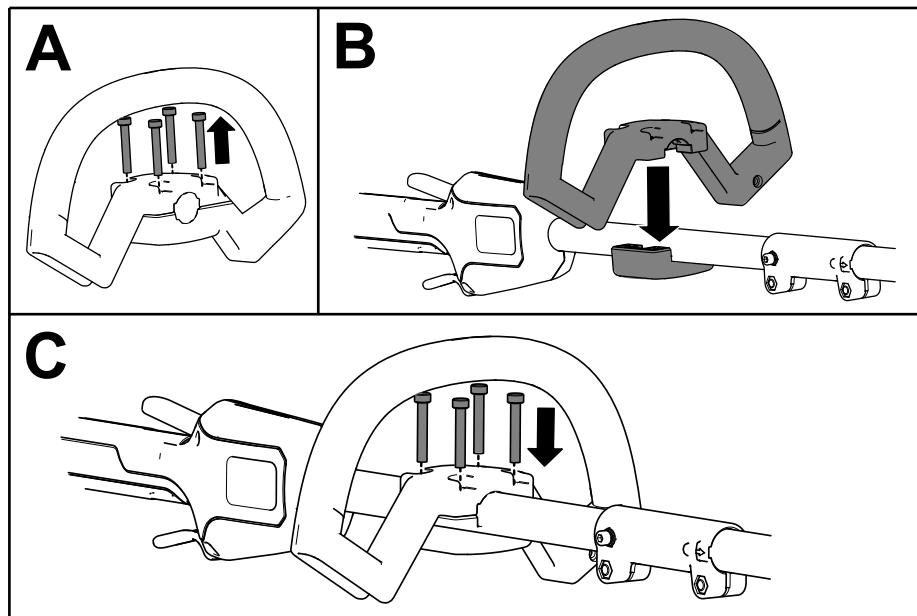

Figura 5
1. Separe el manillar auxiliar de la placa del manillar retirando los 4 tornillos de hexágono interior usando la llave Allen suministrada (A de Figura 5).
2. Alinee la empuñadura auxiliar con la abrazadera en el mango (Figura 5, B).
3. Sujete la empuñadura auxiliar a la abrazadera con los 4 tornillos allen que retiró anteriormente (Figura 5, C).